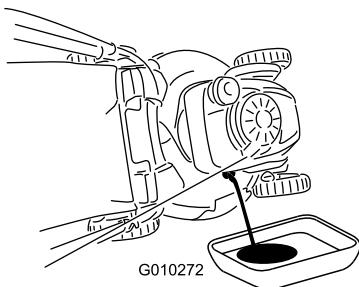

Bild 39
7. Kippen Sie die Maschine zur Seite, der Einfüllstutzen zeigt nach unten, um das Altöl über den Einfüllstutzen in eine Auffangwanne abzulassen (Bild 39).